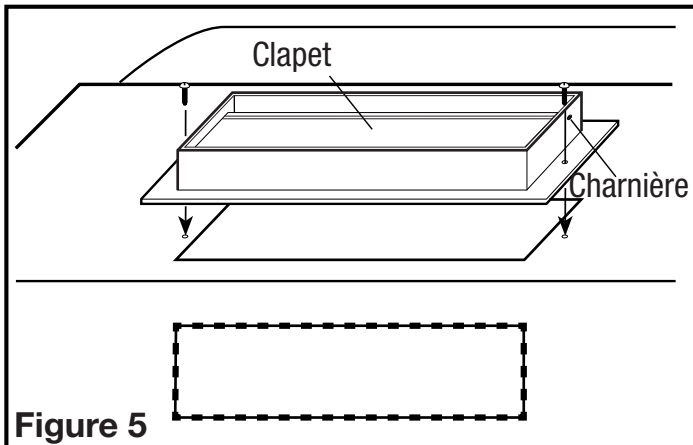

Figure 5
3. Pour les conduits verticaux ou horizontaux, installez le registre de hotte approprié en plaçant l'assemblage sur l'ouverture. Fixez en place avec les vis fournies (Figure 5). Si vous utilisez le registre de 3-1/4 po x 10 po, assurez-vous que la charnière se trouve vers l'avant ou sur le dessus de la hotte pour assurer la meilleure performance possible.